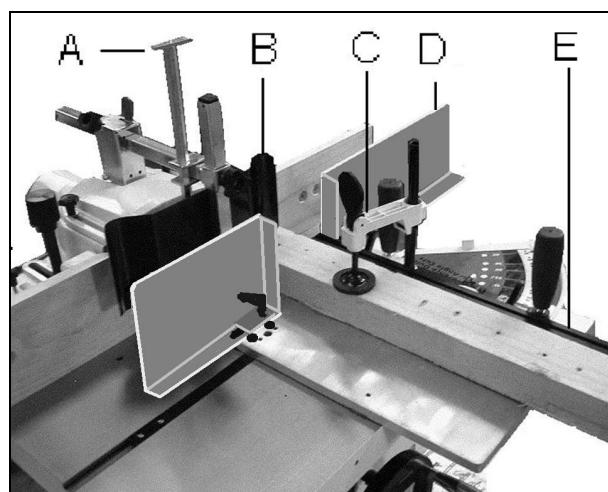

Fig 25
Le dispositif de retenue en bas de la pièce d'œuvre (C, Fig 25) et la butée de guidage (E) assurent la stabilité de la pièce à usiner pendant le travail.